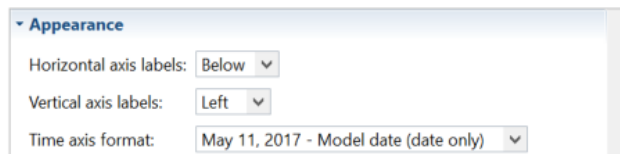

Рисунок 4.21 – Властивості зовнішнього вигляду
4. Перейдіть до властивостей вигляду діаграми стеку часу та встановіть для нього відображення дати моделі (тільки дата) біля осі часу (рис. 4.21).